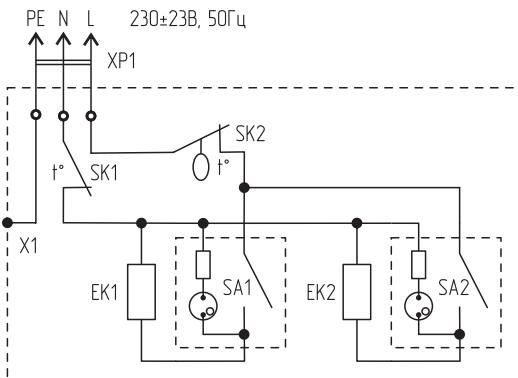

Рис. 3. Электрическая схема конвектора POWER 1500M SE, POWER 2000M SE
5.3. Схема электрических соединений и узлов конвектора POWER 1500M SE, POWER 2000M SE показана на рис. 3. Нагревательный элемент имеет два независимых нагревателя ЕК1 и ЕК2, которые могут включаться независимо друг от друга, обеспечивая 100% или 50% номинальной мощности конвектора. В цепь питания нагревателей включены рокерные переключатели с подсветкой SA1 и SA2, термовыключатель защиты от перегрева SK1 и биметаллический термостат SK2.